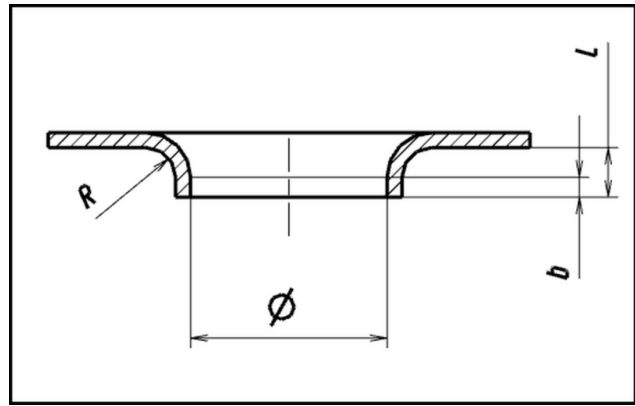

Рис. 4.15. Отверстие с фланцем
Категория **Отверстия с фланцами** определяет технологичность отверстий, предназначенных для последующей отбортовки (рис. 4.15).
- диаметр отверстия под отбортовку определяется величиной произведения коэффициента отбортовки на величину внутреннего диаметра фланца \varnothing (или пересчитывается через толщину металла) (рис. 4.15);